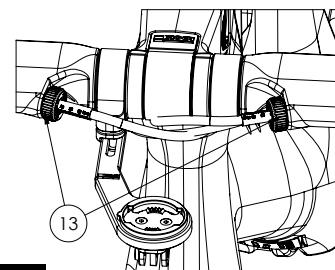

Fig. 16
3 / Coloque la vaina en el tensor de freno ⑬ (Fig.16) (cf. manual del manillar ADH 2).